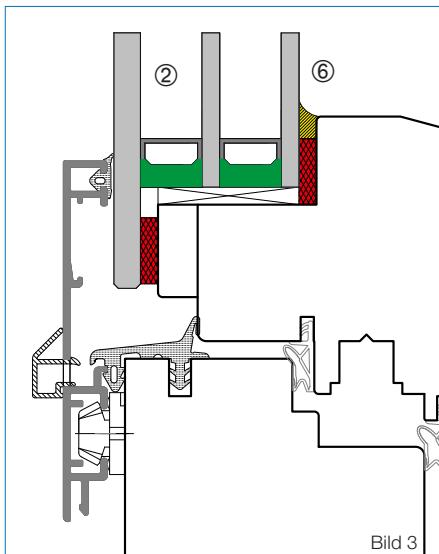

Bild 3
- Stufen-Glasklebung auf Position 2 (Bild 3)